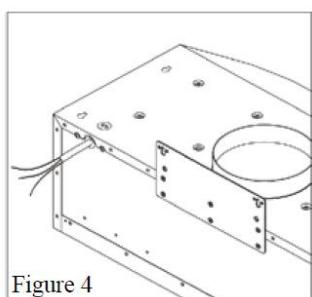

Figure 4
3. Druk het uitdrukkgat voor de draadtoegang aan de achterkant van de kap in en trek de elektrische draden erdoor, zoals weergegeven in afbeelding 4.